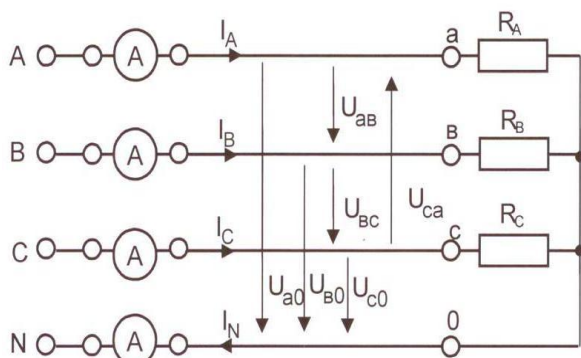
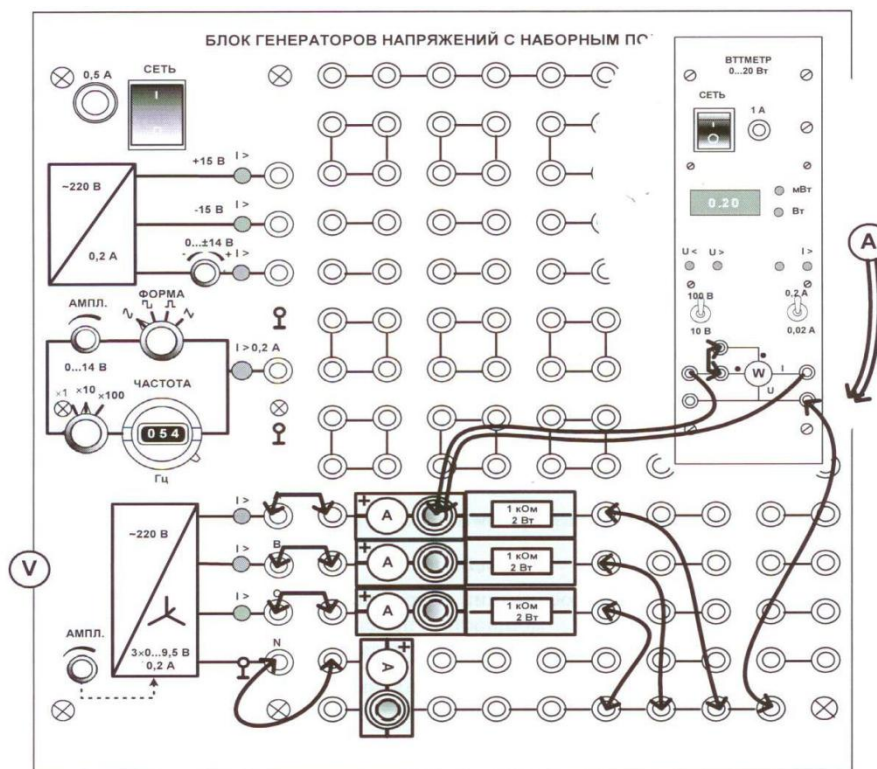

Рис. 8.1. Схема соединения нагрузки звездой
Рис. 8.3. Монтажная схема соединения нагрузки звездой
5.1. Соберите цепь с симметричной активной нагрузкой ($R_A = R_B = R_C = 1$ кОм) согласно принципиальной схеме (рис. 8.1) и монтажной схеме (рис. 8.3).